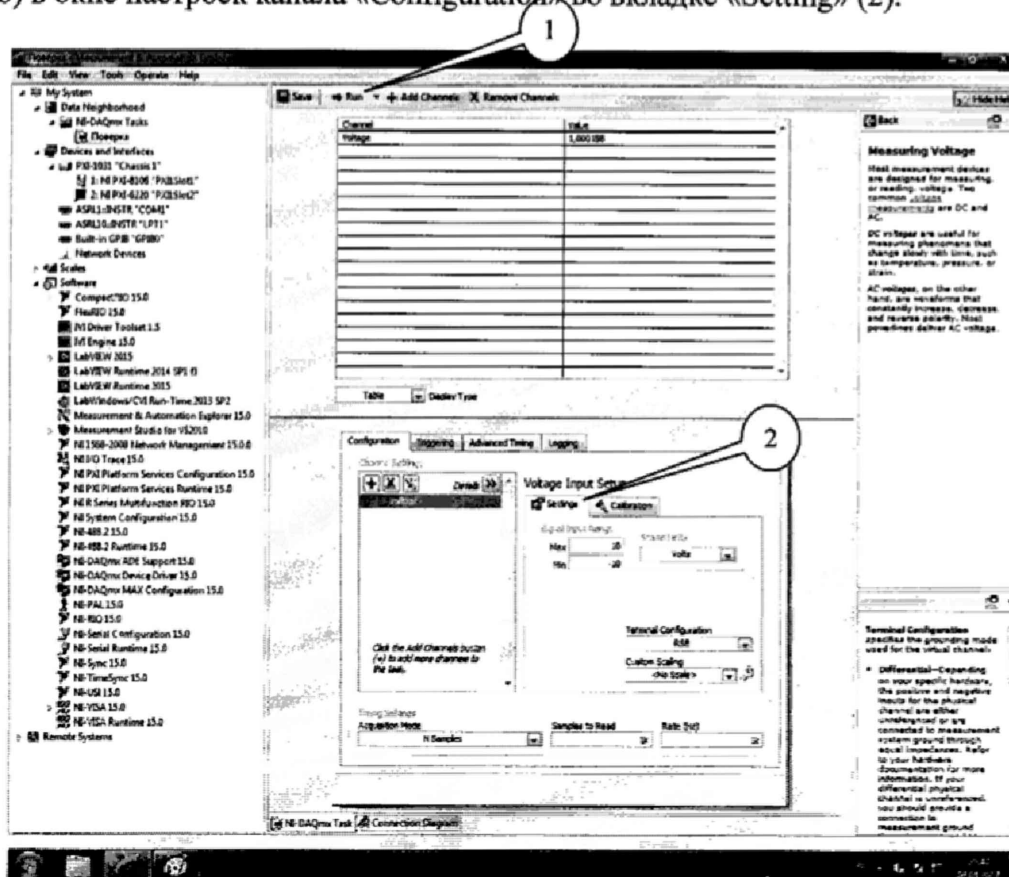

Рисунок 8.
4.12.7 Последовательно подавать с выхода калибратора на вход канала «ai0» напряжение постоянного тока на соответствующих верхних пределах измерений в соответствии с таблицей 3. Режим измерений запускать нажатием кнопки «Run» (1) на верхней панели вкладки (рисунок 8). Значения верхних пределов устанавливать (симметрично) в окне настроек канала «Configuration» во вкладке «Setting» (2).